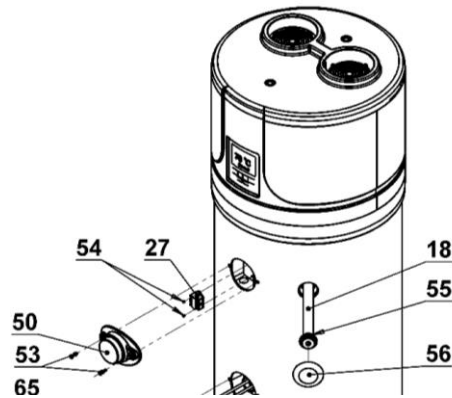

Bild 14
38.1. Rücksetzung des Schutzthermostats 27 (Bild 14)
- bauen Sie die obere dekorative Platte aus, indem Sie die entsprechenden Befestigungsschrauben losschrauben (Bild 14);
- drücken Sie vom Hand die Taste des Schutzthermostats solange, bis Sie ein Ton hören (Bild 14).
38.4. Magnesiumanoden 18. (Bild 14)